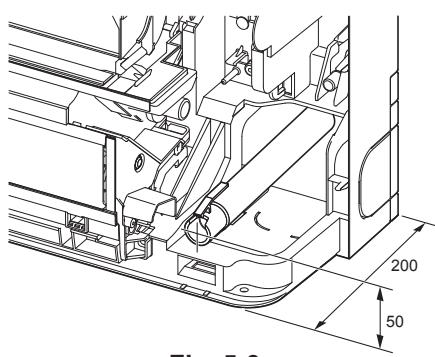

Fig. 5-3
• Ao orientar a tubagem de drenagem, certifique-se de que a mangueira de drenagem é orientada de acordo com o indicado. (Fig. 5-3)